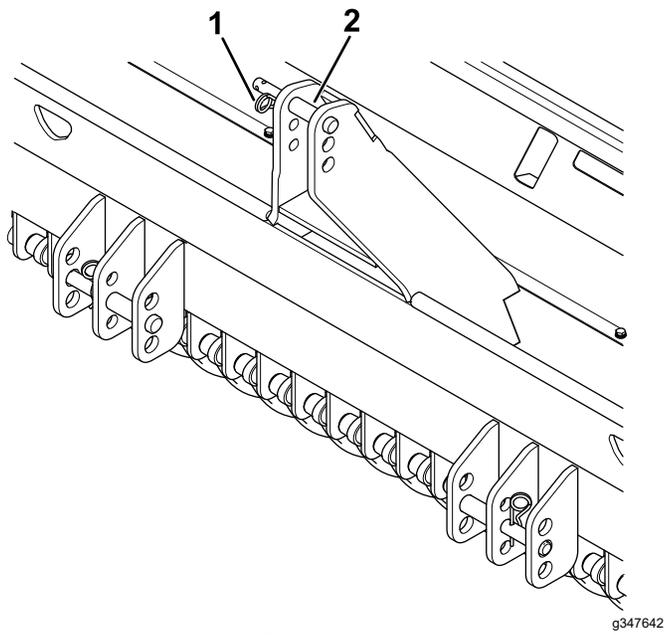

Figure 17
2. Goupille d'attelage et goupille fendue (2)
8. Insérez les goupilles fendues dans les goupilles d'attelage (Figure 17).
Nettoyez le plateau à semences (Figure 17) à l'air. Évitez d'utiliser de l'eau.